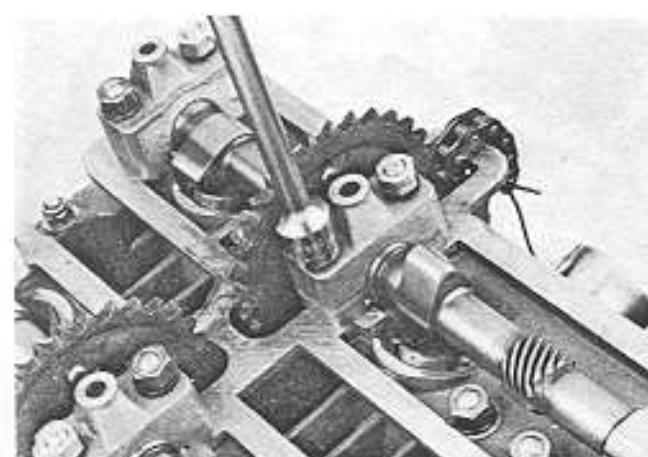

Fig. 13
- Rimuovere i 12 dadi che fissano i supporti degli alberi a camme alla testata (Fig. 13).
- Remove the 12 nuts which secure the camshaft bearing blocks to the cylinder head (Fig. 13).